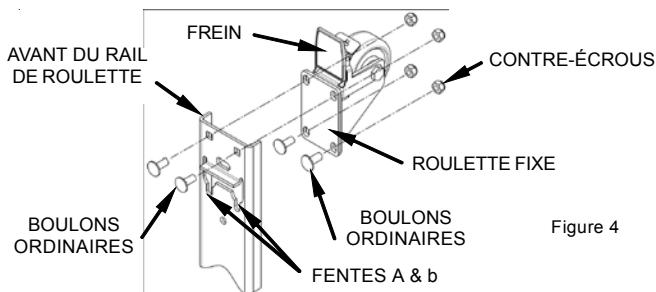

Figure 4
- Insérez deux (2) boulons ordinaires à l'arrière de la roulette fixe (sans frein) et maintenez-les en place sans les serrer, en les vissant de plusieurs tours chacun sur les contre-écrous. Ne serrez pas les boulons tout de suite.
- Maintenez la roulette en place, insérez la tête des boulons ordinaires dans les fentes A et B situées près de l'avant du rail de roulette et faites glisser la roulette vers l'arrière. Insérez les deux (2) boulons ordinaires avant dans le côté supérieur du rail de roulette, puis dans les trous avant de la roulette. Fixez les contre-écrous sur chacun des boulons.
- Serrez bien tous les contre-écrous à l'aide d'une clé de 1/2 po (Fig. 4).